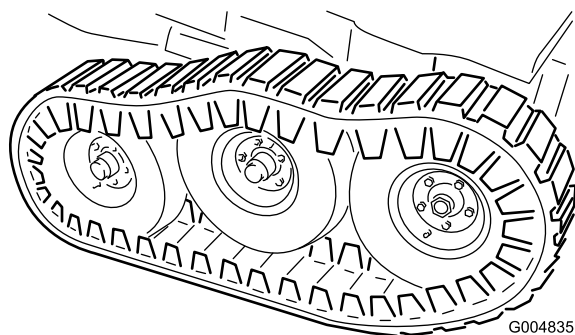

図 54
26. フロアジャッキを下降させて前輪でフレームを支えるようにする。ボギーピボットのスタッド 図 54 に平ワッシャ 1/2 インチ とロックナットを取り付けて 102Nm 10.4kg.m = 75ft-lb にトルク締めする。